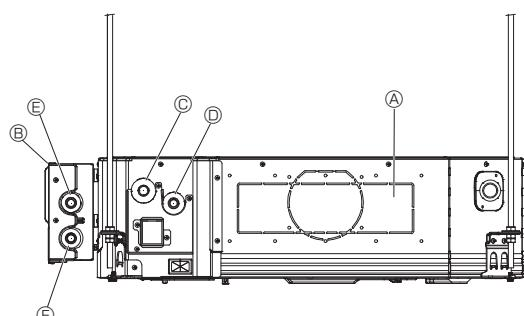

Fig. 4-10
1. İç ünitenin çıkış borusunu Ⓛ, VALF KİTİ'NİN giriş borusuna Ⓜ ø22 boru (yerel olarak temin edilir) ile bağlayın. (Fig. 4-10)